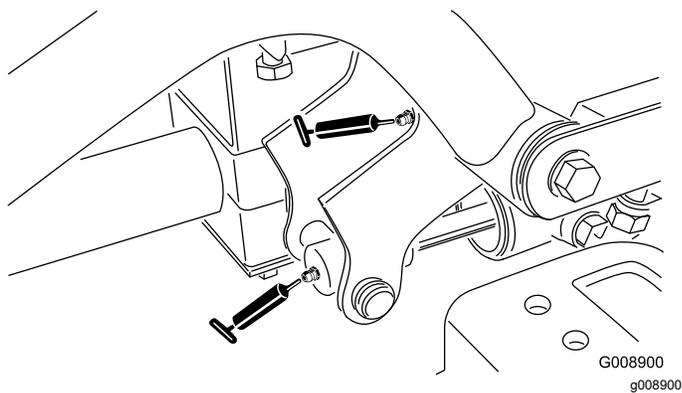

Рисунок 65
- Гидроцилиндр поворота и подъема правого переднего подъемного рычага (2 штуцера – Рисунок 65)